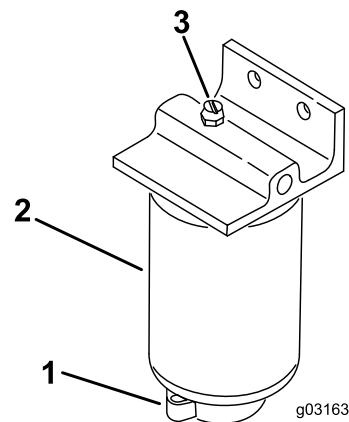

Рисунок 53
- Ослабьте сливной кран в днище фильтра (Рисунок 53).
- Очистите область креплений фильтра (Рисунок 53).